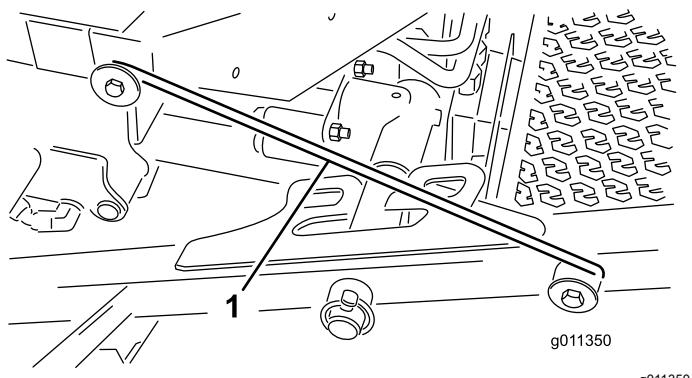

Figure 7
- Dégarez la barre de verrouillage (Figure 7) de son point de retenue sur le bâti porteur avant.
- Soulevez l'extérieur des plateaux de coupe avant et placez le verrou sur la goupille du bâti à l'avant de la plateforme de conduite (Figure 7).